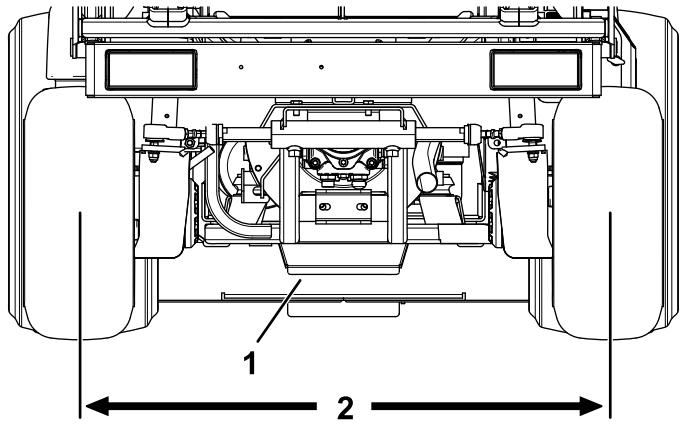

Рисунок 83
- Отрегулируйте обе тяги таким образом, чтобы межцентровое расстояние впереди и сзади у задних колес было одинаковым (Рисунок 83).